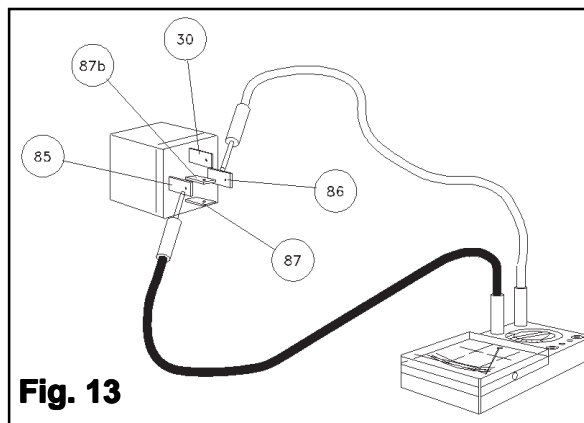

Fig. 13
- Verificare che fra i punti 85 -86 vi sia continuità (Fig. 13).
- Verify that there is continuity between 85 and 86 (Fig. 13).